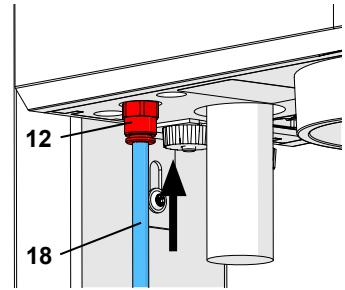

Fig. 5-a
**Negli apparecchi precedenti il filtro di ingresso (13) è disposto all'esterno dell'apparecchio (Fig. 5-b). In questi casi introdurre il tubo flessibile dell'aria compressa (18) nel filtro di ingresso (13). Nel far ciò è necessario superare una percepibile leggera resistenza. Non utilizzare MAI l'apparecchio senza filtro di ingresso!**